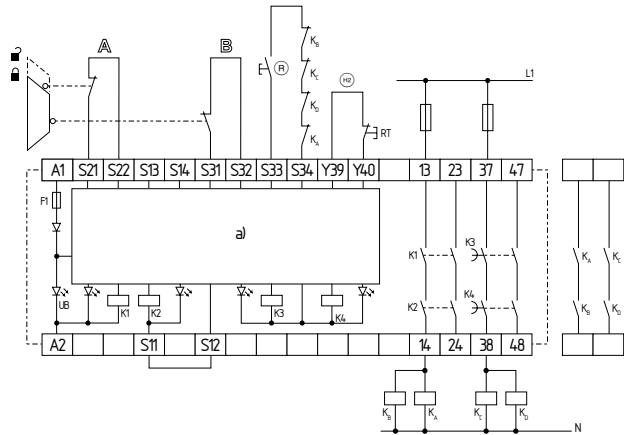

Fig. 7
Control mediante dos canales, mostrado a través del ejemplo de la monitorización de un resguardo de seguridad con dos contactos A y B, por lo menos uno de ellos como contacto de apertura forzada con pulsador de rearme externo (R) (véase fig. 7).